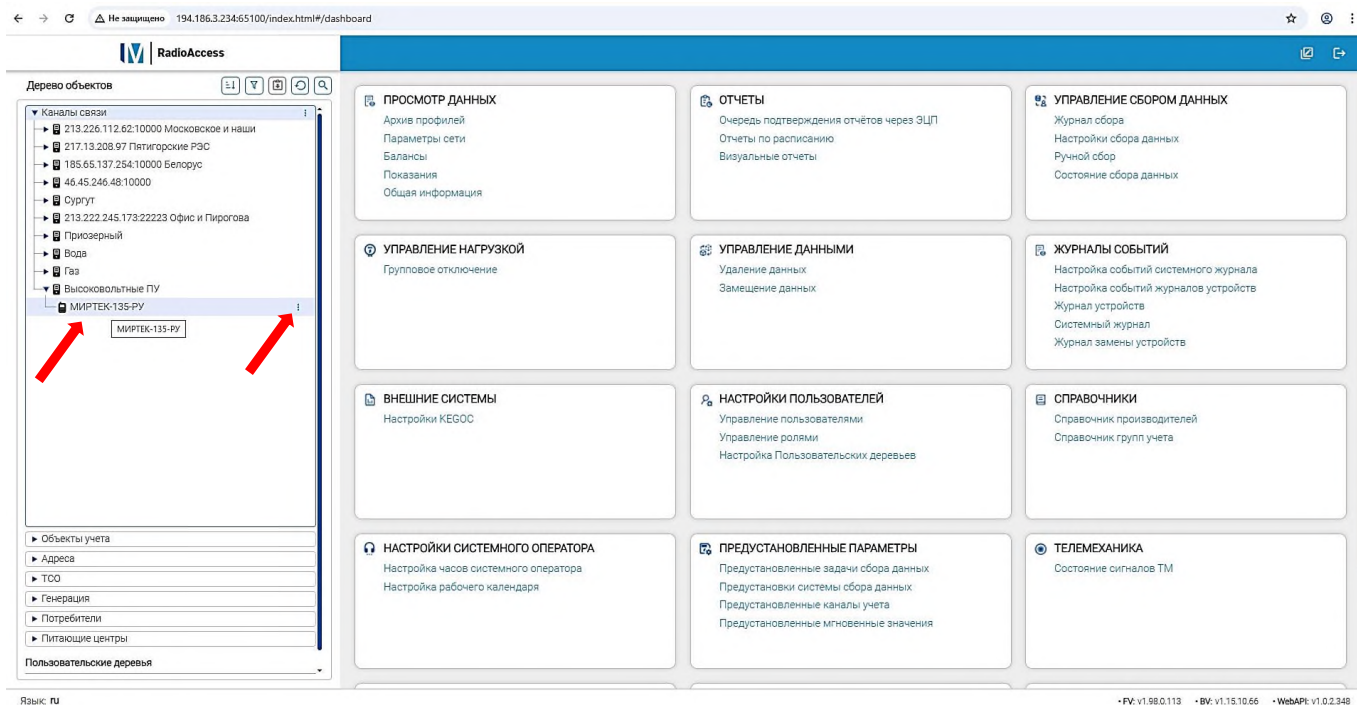

Рисунок 3.7. Новый канал связи МИРТЕК-135-РУ.
3.2.6 Рядом с заголовком *Дерево объектов* нажмите кнопку обновления  Должен появиться новый канал связи *МИРТЕК-135-РУ*, рисунок 3.7.